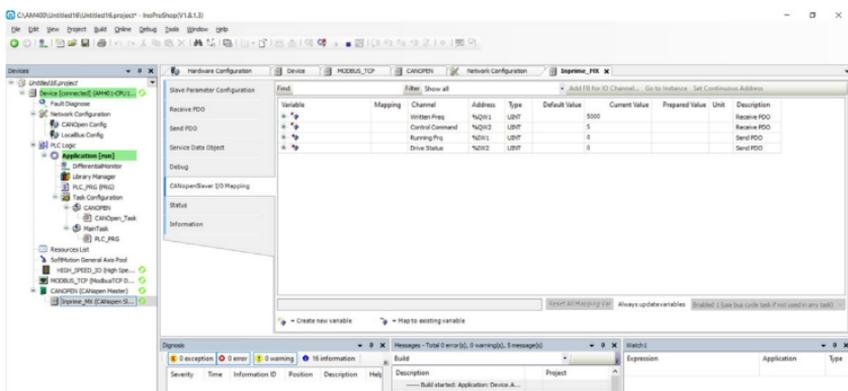

Рисунок 7.11 – Запись значений
10) В меню «Devices» выберите Inprime MX (CANopen slave), откроется новое окно с вкладкой «Canopen Slave I/O Mapping» (рис. 7.11). После ввода нужных значений запишите их при помощи «Write values».